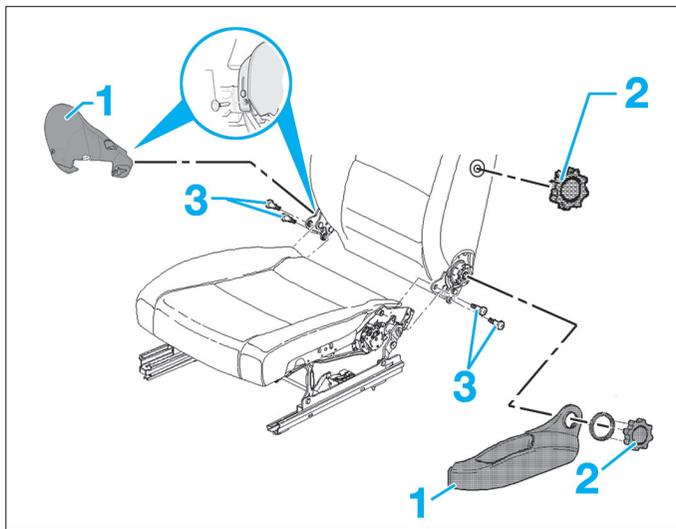

Fig. 14
- Déposer les garnitures latéral (1) du siège ainsi que les différents éléments de réglage (2) puis les deux vis de fixation du dossier (3) (Fig.14).